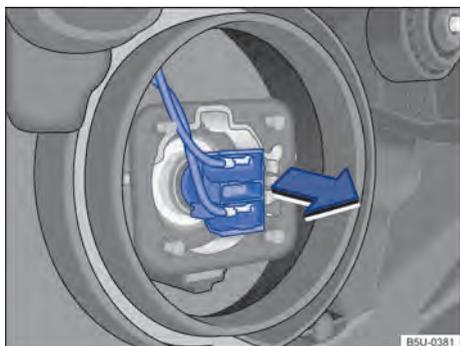

Fig. 178 Acesso à lâmpada incandescente do farol baixo.
- 5 **Farol baixo** (A), puxar a lâmpada no sentido da seta → Fig. 178 para desencaixá-la do suporte.